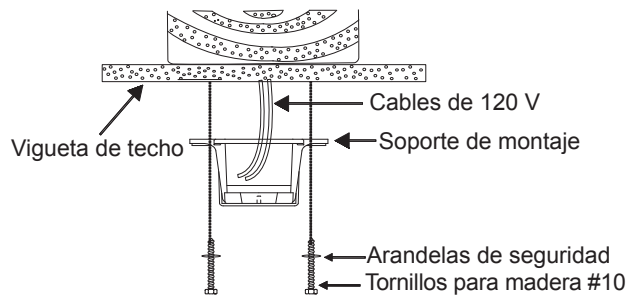

Fig. 7
**Paso 4A.** Asegura el soporte de montaje directamente a una viga de la estructura del inmueble. Utiliza únicamente los tornillos para madera y las arandelas de seguridad adecuados que se incluyen con el ventilador. (Fig. 7)
**PRECAUCIÓN: El soporte de suspensión debe instalarse directamente en la viga del inmueble utilizando los dos tornillos para madera y las arandelas que se proporcionan. (Fig. 7)**